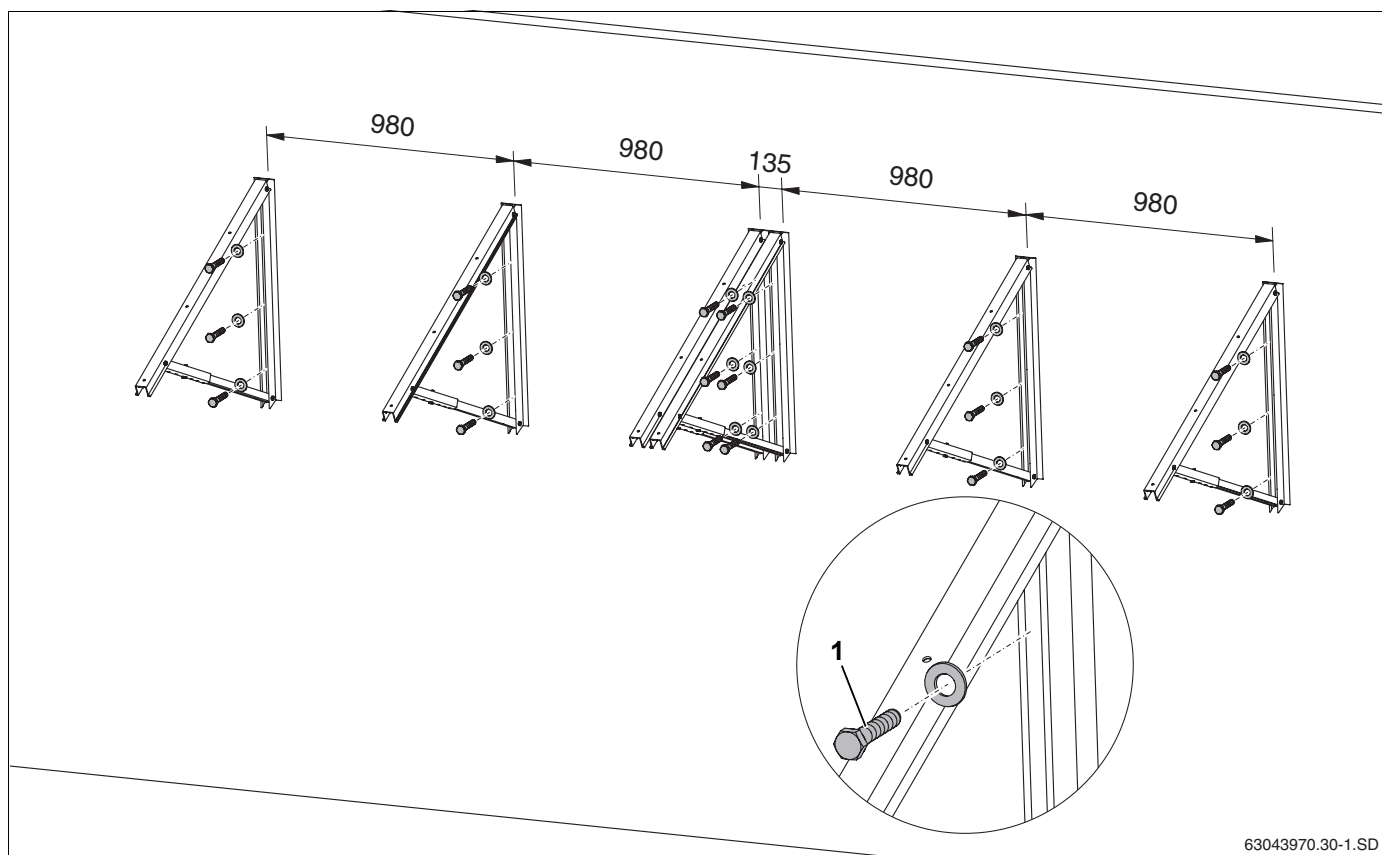

Рис. 30 Расположение опор на фасаде для 2 коллекторов (размеры в мм)
- Каждую опору коллектора нужно закрепить тремя винтами (см. таб. 9, рис. 30, **поз. 1**) на фасаде рядом друг с другом.